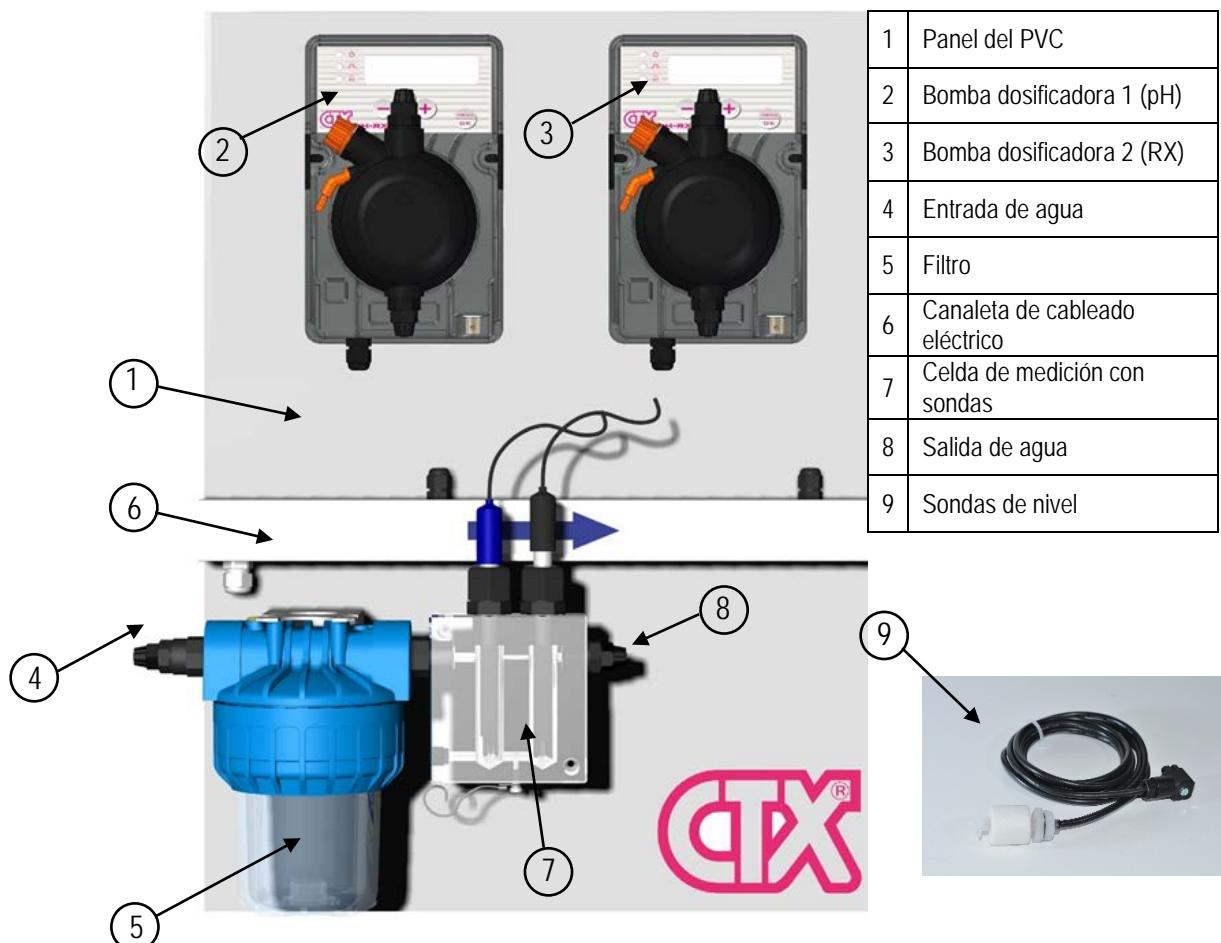

Figura 1 – PANEL DE CONTROL PH-RX
A continuación, se describe brevemente cómo el flujo de agua atraviesa la estación de control y es monitoreado (para facilitar la comprensión, consulte la Figura 1).
El agua procedente de una derivación del sistema de recirculación de la piscina entra por la **entrada de agua** de muestreo (Figura 1 – pos. 5) para después pasar al interior del filtro de agua (Figura 1 – pos. 6) que se encarga de retener las posibles impurezas o piezas en suspensión; de allí, se dirige al interior de la unidad (Figura 1 – pos. 7) responsable del control de los diferentes valores químico/físicos (en función del tipo de sensor que se monta), como la acidez/alcalinidad y el potencial de oxidación-reducción. Todo esto está gestionado por una sofisticada centralita (Figura 1 – pos. 2), instalada en la estación de control, que dependiendo de los valores medidos, activará y/o desactivará los dispositivos correspondientes de dosificación (Figura 1 – pos. 3 y 4) conectados a ella, a no ser que intervengan interruptores de nivel (si se encuentran) (Figura 1 – pos. 10) situados en los respectivos tanques de aspiración o (si procede), el sensor de flujo (consulte el apartado siguiente).